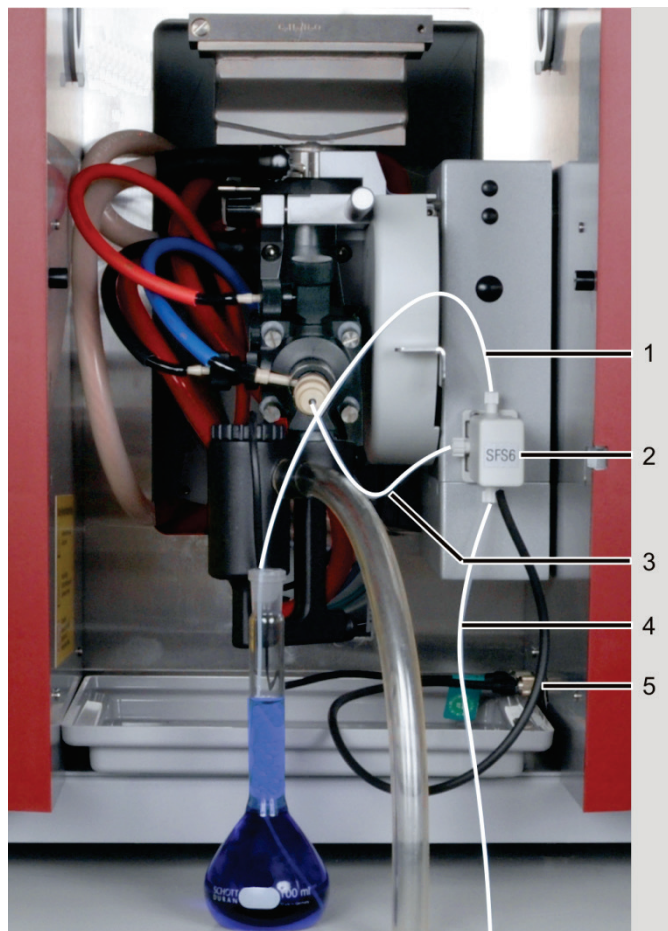

Fig. 54 SFS 6 para alimentación manual de muestras instalado
- manguera de mediana longitud en la conexión superior – hacia la muestra (1 en Fig. 54)
- manguera corta en la conexión lateral – hacia la cánula del pulverizador (3)
- manguera larga en la conexión inferior – hacia la solución de lavado (4)
3. Enchufe el cable de control (5 en Fig. 54) en el conector hembra central en la pared derecha del compartimento de muestras.
4. Insertar la manguera corta (3) en la cánula del pulverizador.
5. Sumergir la manguera larga (4) en la botella de provisión con solución de lavado.
6. Sumergir la manguera de mediana longitud (1) en el recipiente de muestras y/o conectarla a la cánula de aspiración del automuestreador.